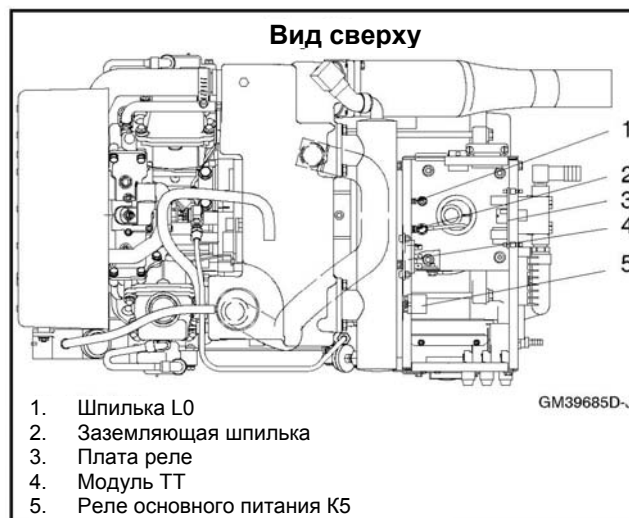

Рисунок 6-2 Контроллер (ADC 2100)
7. Отсоединить соединения L0 и GRD. См Рисунок 6-2.
9. Снять блок триодного тиристора и плату реле. См. Рисунок 6-2.